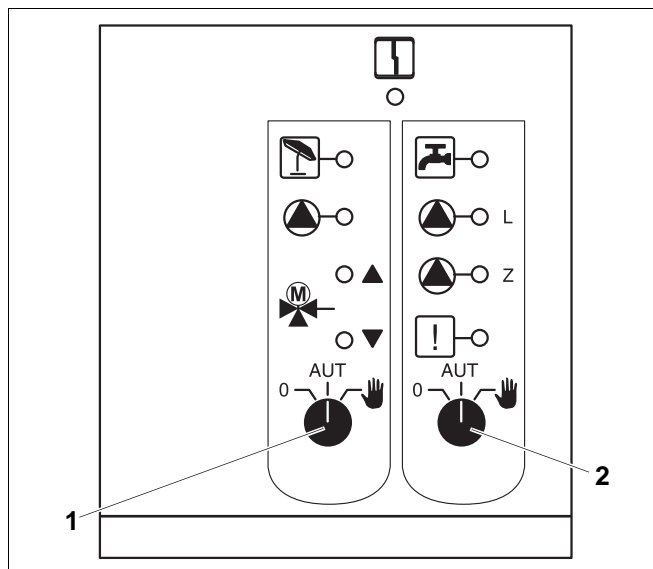

Fig. 23 Module de fonction FM 441
Interrupteur manuel circuit de chauffage (fig. 23, **pos. 1**) et eau chaude sanitaire (fig. 23, **pos. 2**) :